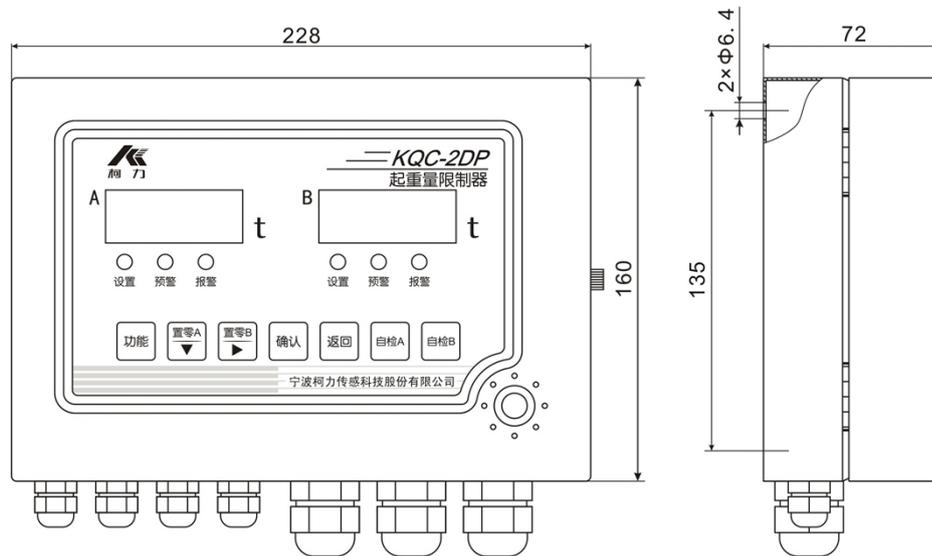
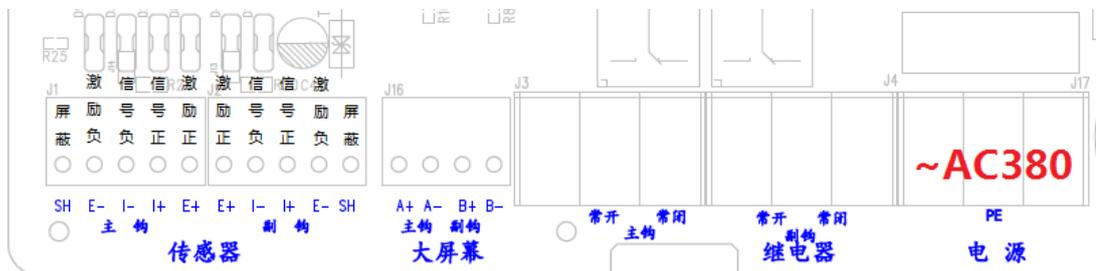

图 1 仪表外形尺寸图
图 3 总体接线图
以轴承座式传感器为例，如图 3。首先检查产品铭牌的型号是否与起重机额定起重量、倍率相符(参见《轴承座式机械尺寸表》)。并且传感器只能安装在非传递动力的一端，两端高度尽量保持一致。露天使用的传感器要加防雨罩。
- (1) 打开仪表外壳，用 2 只 M6 螺钉把仪表固定在司机室便于观察位置，安装尺寸见图 1。
- (2) 仪表注意防水防潮，不能安装于直接雨淋和日晒的地方。
- (3) 仪表的交流电源应接在起重机主电源的进线端，避免起重机上其他电气设备的控制。
- (4) 传感器连接线用 RVVP4*0.4mm² 的屏蔽线连接，此线缆要按照行线标准悬挂于电缆架上与起重小车一起移动。
- (5) 仪表可以选择交流 220V 供电,接线方式如图 3 所示，接线详见电路板。
- (6) 仪表与传感器连接按照线路板上的标识正确连接(如图 3)。E+是传感器激励电源正端(直流 5V)，E-是传感器激励电源负端(直流 0V)，S-表示重量信号负端，S+表示重量信号正端，SH 接信号线屏蔽层。传感器信号标识请参考传感器说明。
- (7) K1、K2 分别为 A、B 两路的输出控制，有常开和常闭两个触点。当重量超过设定值时，继电器动作，控制线接 J0、J1 端子，将 J0、J1 串接在起重机起升控制回路。导线宜选用像胶软电缆。
- (8) 大屏幕 A+、B+接信号输出线，对应我司的大屏幕接线的 OUT-端，A-、B-、接信号负端，对应我司的大屏幕接线的 GND 端。其中 A+、A-对应 A 钩起重数据；B+、B-对应 B 钩起重数据。(详见柯力大屏幕使用说明书。)
- (9) 外壳要求可靠接地，安装和接线应遵循《GB6067 起重机械安全规程》的有关规定。